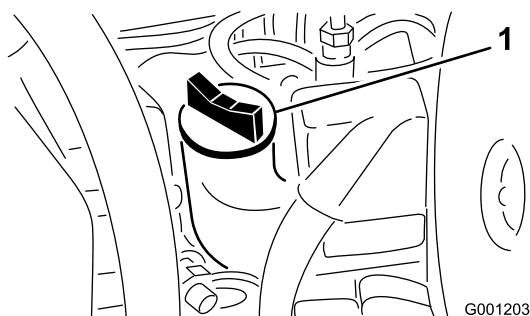

Figura 22
3. Si el nivel de aceite está por debajo de la marca Lleno, retire el tapón de llenado (Figura 22) y añada aceite hasta que el nivel llegue a la marca Lleno de la varilla. **No llene demasiado.**